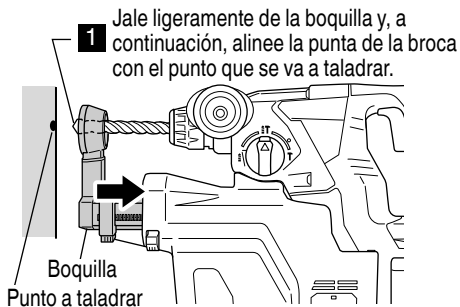

Fig. 10
4. Taladrado (Fig. 10, 11, 12)
- (1) Agarre la boquilla con su mano y jale de ella ligeramente y, a continuación, alinee la broca con el punto que se va a perforar. (Fig. 10)